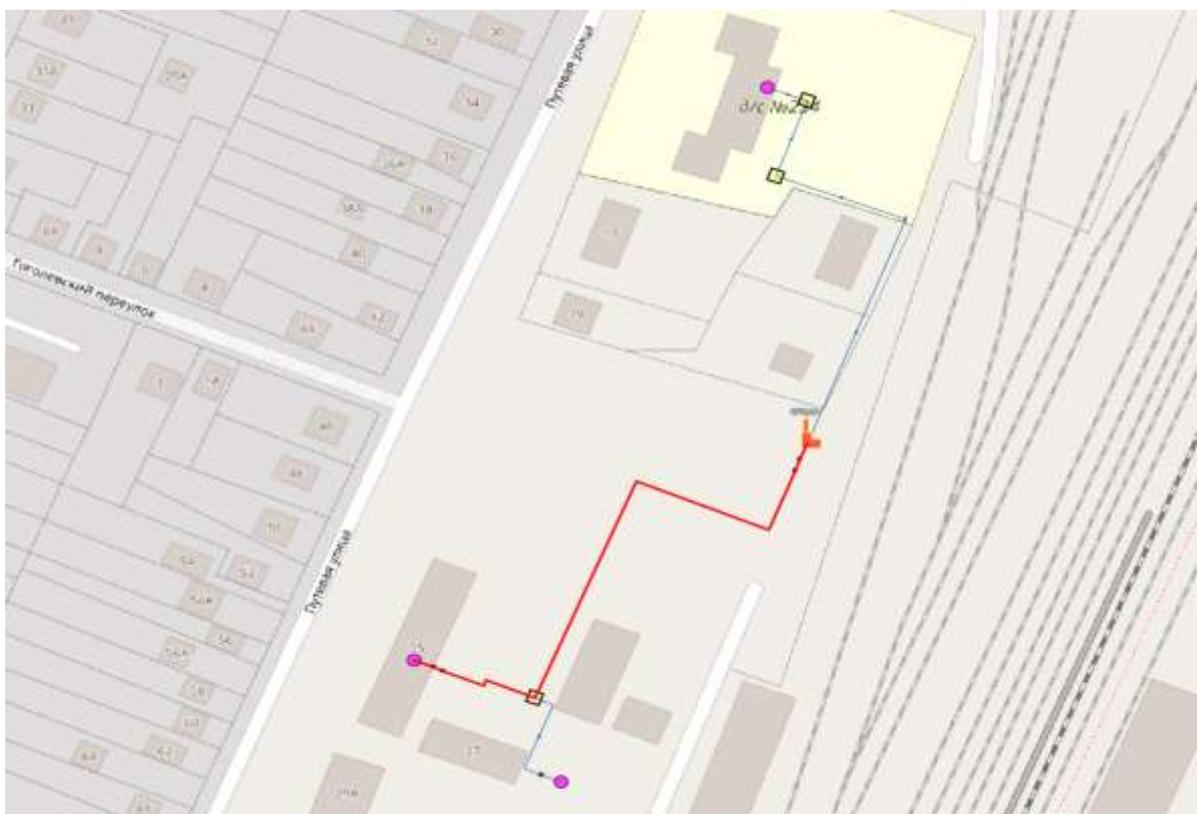
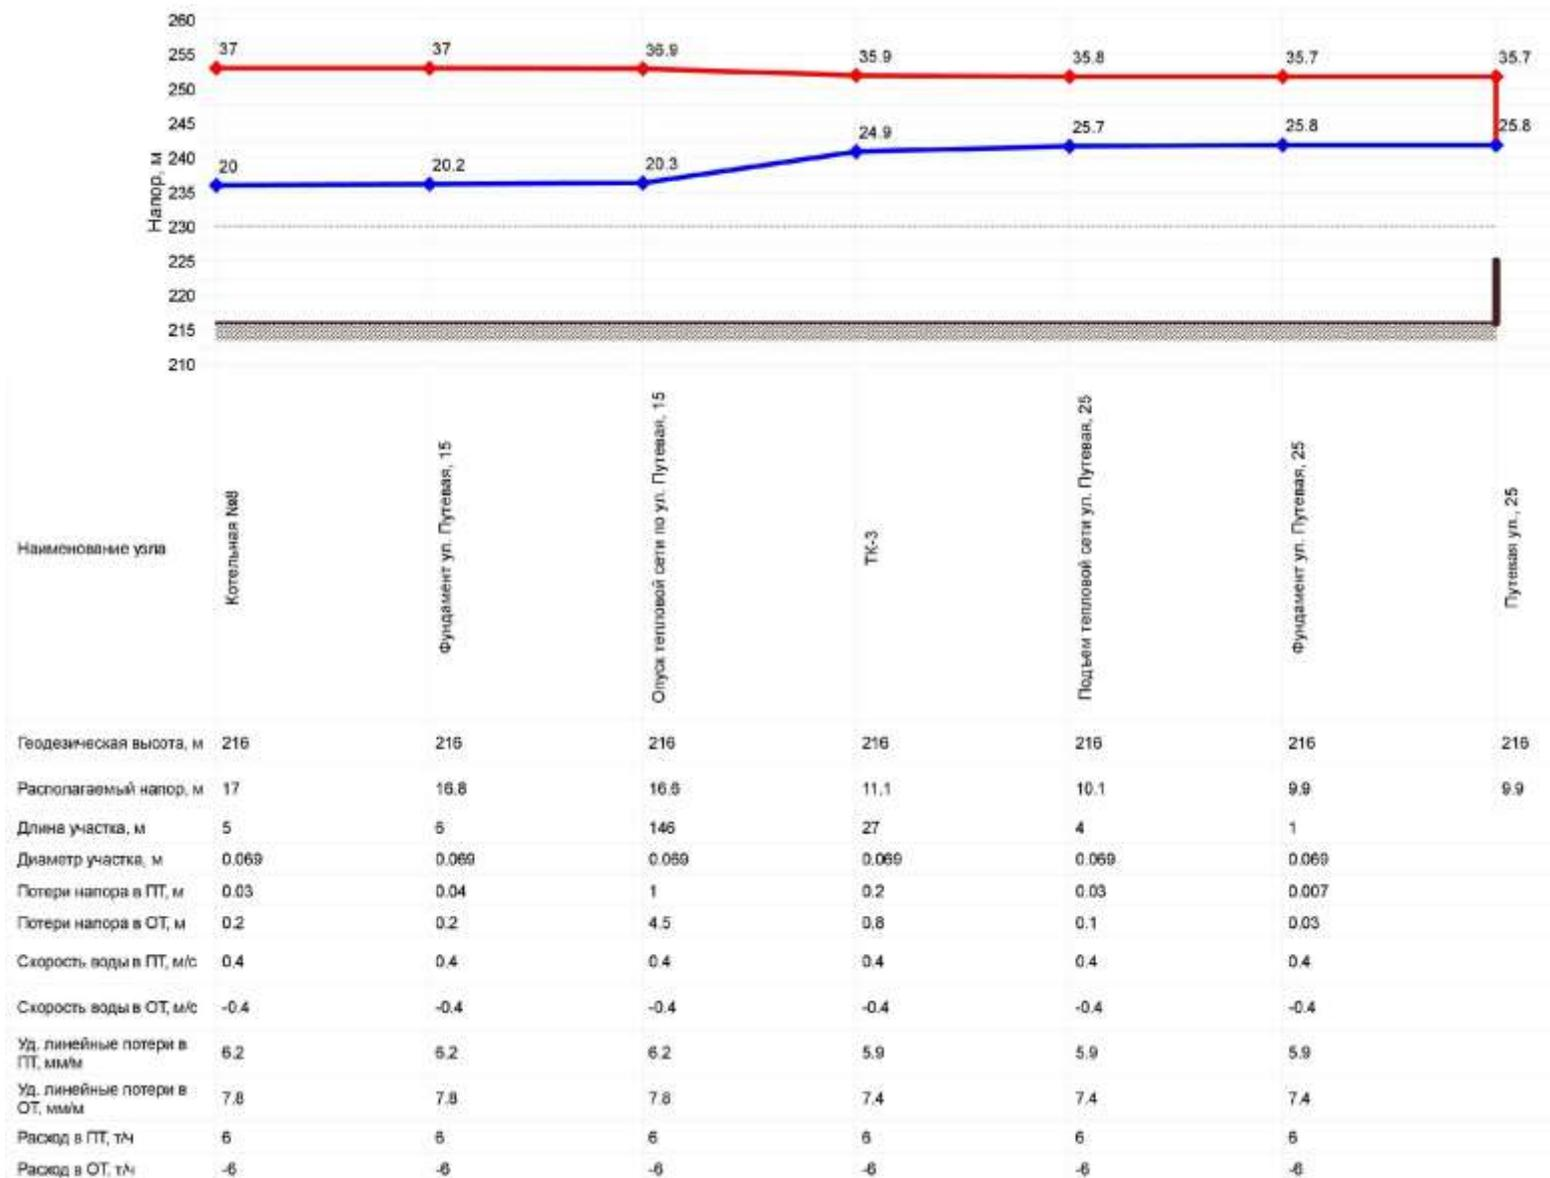

Рисунок 27 - Путь теплоносителя по направлению от котельной № 8 до здания по ул. Путевая, 25
Рисунок 28 - Пьезометрический график от котельной № 8 до здания по ул. Пугева, 25
- расчетный путь от котельной № 8 до здания по ул. Путевая, 25 (рисунок 27), основные характеристики теплопровода и режимные параметры теплоносителя (таблица 14), результаты гидравлического расчета, пьезометрический график (рисунок 28).